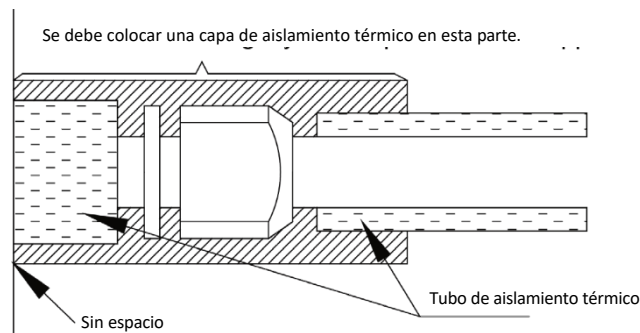

Fig. 22
- 4) Las conexiones de las unidades interior y exterior deben estar envueltas en aislante térmico y no dejar ningún espacio entre el tubo y la pared. Véase la fig. 22.